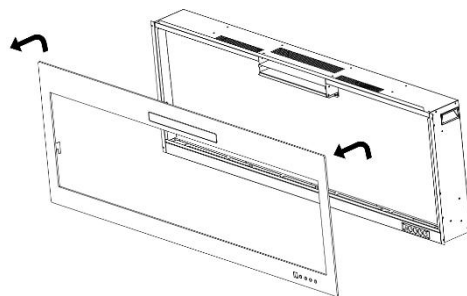

Fig. 2-2
B. Fjern de to beslag, og læg dem til side. (**Fig. 2-2**)